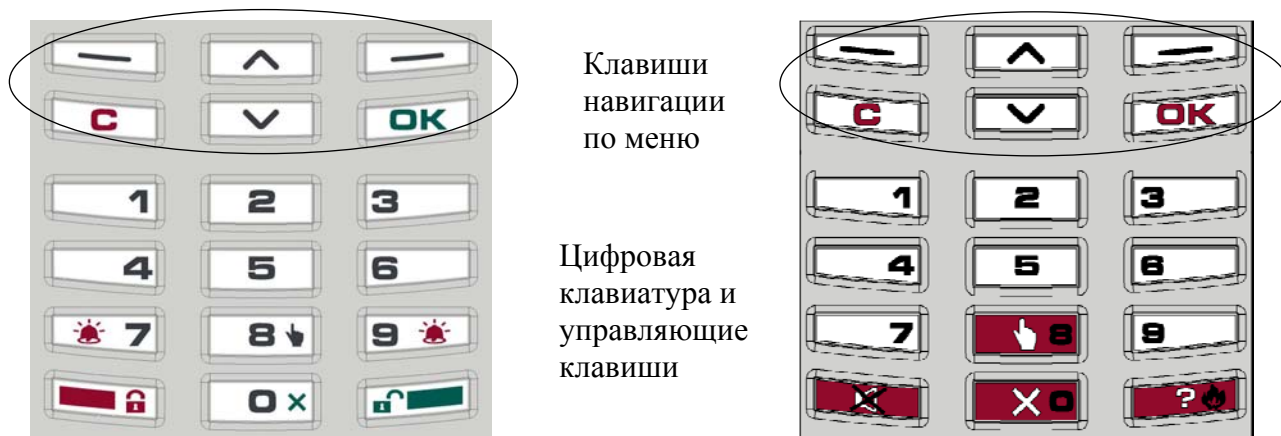

Рисунок 2
2.7.1.5 Пульты имеют клавиатуру управления (рисунок 2) в нижней части которой расположены клавиши с цифрами "1"- "9", "0", а также клавиши с символами "▲" (взять), "▼" (снять), "X" (сбросить) и др.